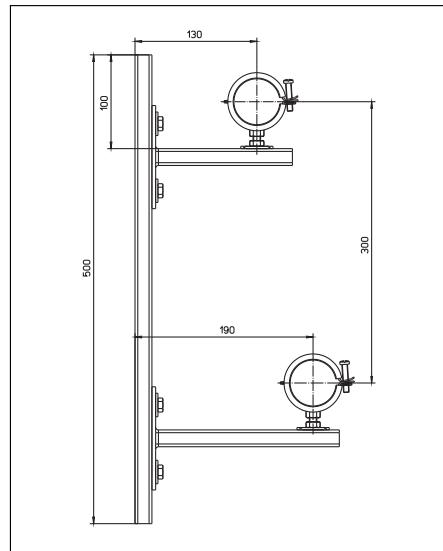

Abb. 5.2: Abmessungen Konsole
- Konsole (Art. Nr. 1414490): Zur Befestigung der „Multidis SFI“ Messing-Verteiler (Maße siehe Abb. 5.2).